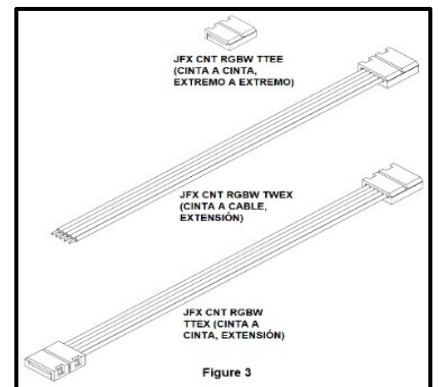

Figura 3
JFX CNT RGBW (conectores de tira LED RGBW) – Figura 3
- Una vez instaladas las tiras LED en la ubicación deseada, consulte el diagrama de cableado para la instalación del controlador LED (Figura 3).